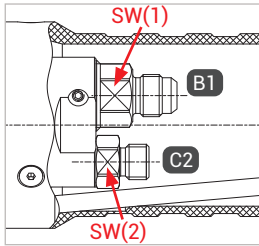

Abbildung 1
- ▶ Halten Sie beim Montieren des Füll- und Rückführschlauches an den Schlüsselmarkierungen SW(1) und SW(2) (Abbildung 1) mit einem Gabelschlüssel gegen.
- ▶ Verschrauben Sie die Betriebsmedienzuleitung „B1“ druckdicht mit dem Anschluss des Füllschlauches (Abbildung 1). Anzugsdrehmoment siehe unten stehende Tabelle.
- ▶ Verschrauben Sie die Gasrückführung „C2“ druckdicht mit dem Anschluss des Rückführschlauches (Abbildung 1). Anzugsdrehmoment siehe unten stehende Tabelle.